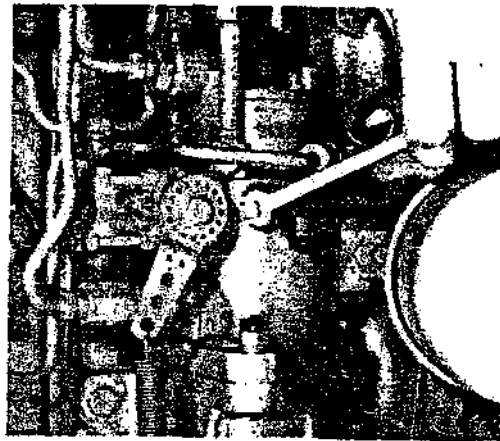

Fig. 14
- Aflojar el tornillo de aireación situado en el de fijación de la cabeza hidráulica que se encuentra en el costado de la bomba de inyección (ver fig. 14).